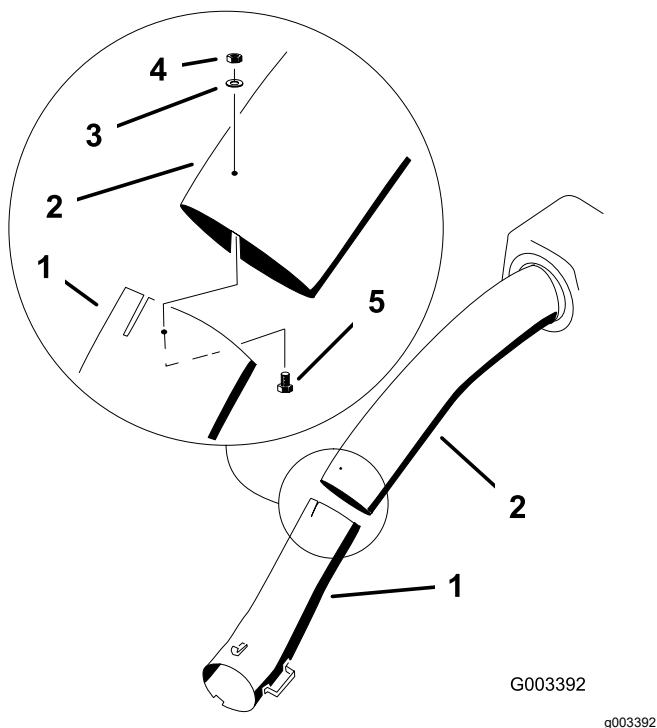

Figura 30
14. Unite i tubi superiore e inferiore con 3 bulloni (n. 10 x $\frac{3}{4}$ "), 3 rondelle piane (7/32") e 3 dadi di bloccaggio (n. 10) come illustrato in Figura 30.